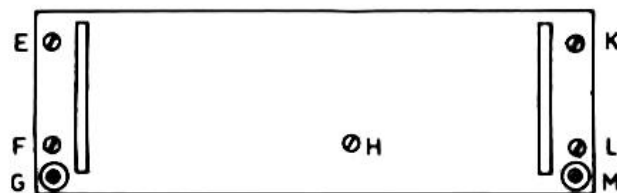

Fig. 12
- 2 Dévisser les vis E, F, H, K et L, enlever la plaque de fond (voir fig. 12).
- 3 Dévisser les vis G et M, enlever le panneau latéral, la paroi arrière et le porte-pile (fig. 12).